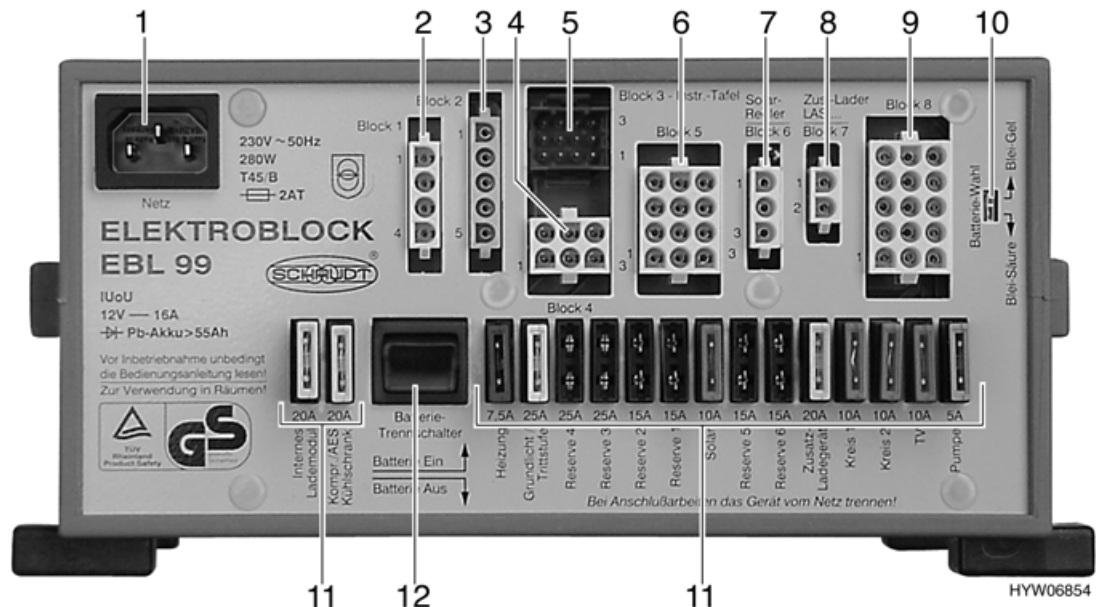

Bild 61 Elektroblock EBL 99
Der Elektrobloc (Bild 61) befindet sich im Beistellschrank unter dem Beifahrerfenster.
Der Batterie-Trennschalter (Bild 61,12) schaltet alle 12-V-Verbraucher des Wohnbereichs aus, auch das Sicherheits-/Ablassventil der Heizung. Dadurch wird eine langsame Entladung der Wohnraumbatterie vermieden, wenn das Reisemobil über längere Zeit nicht benutzt wird (z. B. vorübergehende Still-Legung).
- Die werkseitige Einstellung des Batterie-Wahlschalters (Bild 61,10) ("Blei-Gel") nicht verändern.